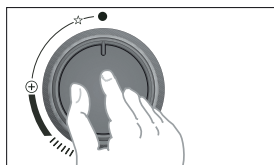

Figura 24
- Las perillas se deben encontrar siempre en posición de APAGADO (figura 24).